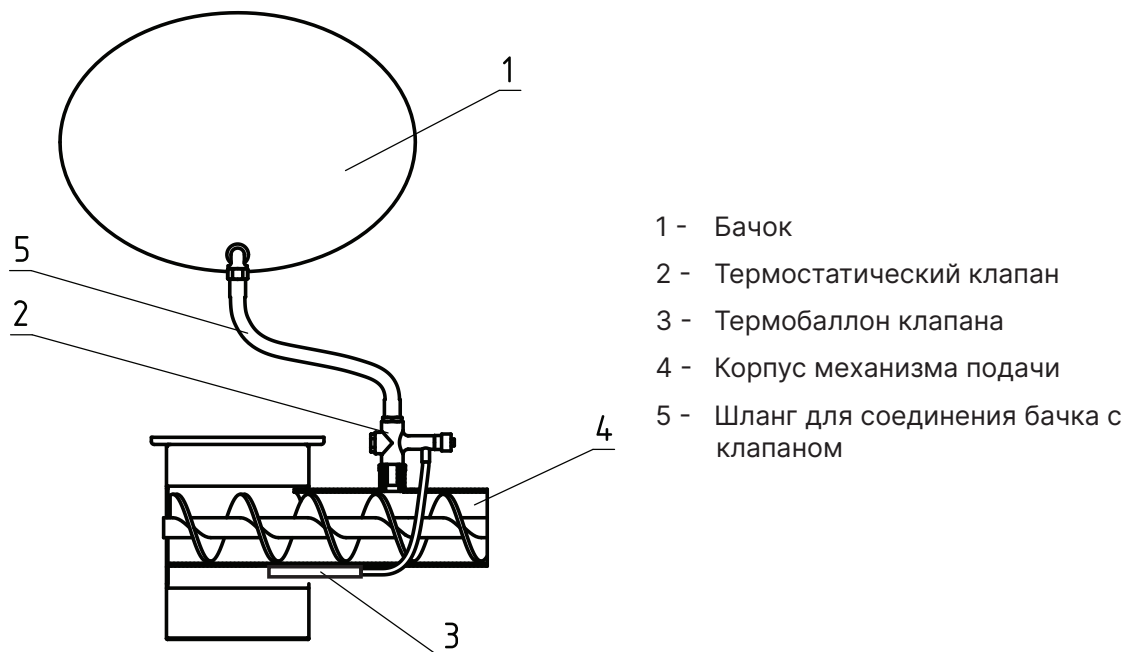

Рис.4 Система охлаждения топливопровода
- При использовании в качестве топлива топливных гранул, древесных пеллет или пеллет из лузги подсолнечника для обеспечения полной пожарной безопасности необходимо устанавливать систему охлаждения топливопровода (опция, **см. Рис.4**). Система охлаждения топливопровода, наполненная водой является основным элементом защиты котла от протекания топлива в бункер;
- В качестве опции доступна система охлаждения топливопровода (**см. Рис.4**);
Внимание! Термобаллон клапана (Рис.4, поз.3) должен быть зафиксирован в гильзе двумя винтами.